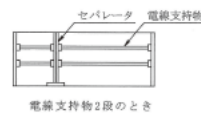
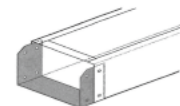

図1.2.7 金属ダクトのセパレータ取付け例
図1.2.8 金属ダクト相互の接続方式の例(カップリング方式)
(5) ふたの止めねじは、1.2.6(1)(7)による。
(6) 収容する電線が大量の場合は、必要に応じ電線支持物を2段にする。また、セパレータを設ける場合は、それぞれの電線本数により位置を選定する。セパレータ取付け例を図1.2.7に示す。
(8) 塗装(溶融亜鉛めっき又は同等以上の耐食性を有するものを除く。)は、製造者の標準色とされている。また、溶融亜鉛めっき又は同等以上の耐食性を有するものの表面仕上げは、製造者の標準による。
(9) 本体相互の接続は、図1.2.8に示すカップリング方式とする。プルボックス、配分電盤等との接続は、外フランジ方式とする。